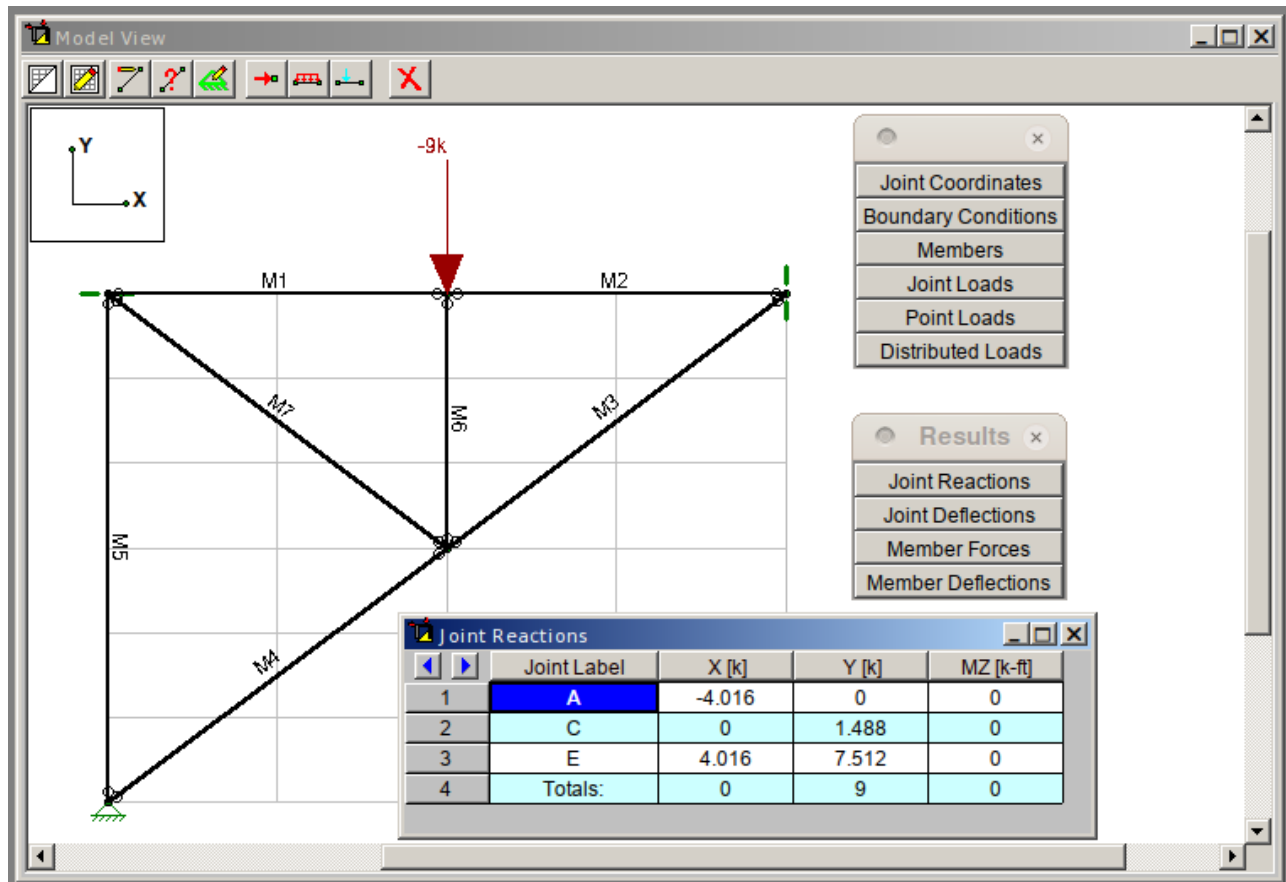

Figura 12
12. Ahora presione **Resolver** (o dé clic en el icono ) de la barra de menús. El programa llevará a cabo el análisis estructural. Una barra de herramientas **Resultados** aparecerá si el análisis resultó exitoso (ve la Figura 12). (Presionando **Resultados** de la barra de menús y seleccionando **Barra de Herramientas de Botones de Resultados** también se activará esta barra de herramientas.) Si la entrada de datos está incompleta o la estructura es inestable, el programa enviará un mensaje de error. Una hoja de cálculo de **Reacciones en los Nodos**, resumiendo todas las fuerzas de reacciones también aparecerá en la ventana. La última hilera representa la suma de todas las fuerzas de reacciones en las direcciones X y Y, respectivamente, las cuales se pueden usar para revisar el equilibrio global. La Figura 12 muestra que la suma de reacciones horizontales es igual a cero. En la dirección vertical, la suma de las fuerzas verticales de reacción (9 kips) también está en equilibrio con la carga externa hacia abajo (-9 kips).